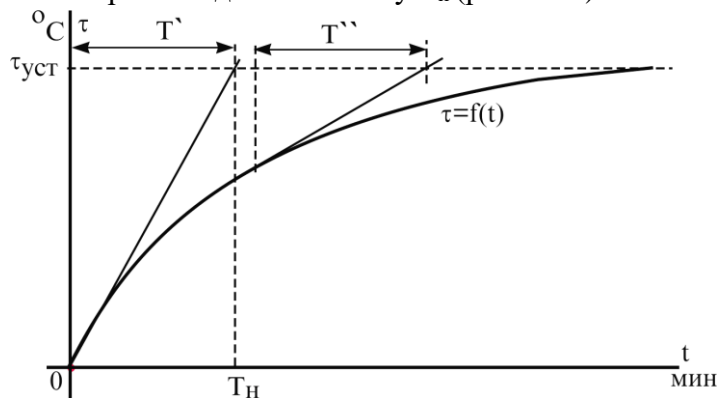

Рисунок 12.2. Кривую нагрева электродвигателя
2.4.1. Метод касательной. Касательная в начальной точке отсекает на линии $\tau_{уст}$ отрезок, проекция которого на ось времени даст величину T_n (рис. 12.2).